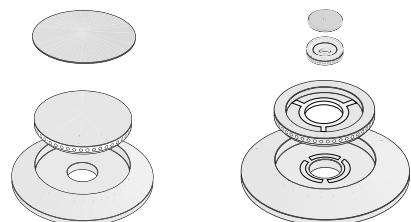

Abb. 4
- Kontrollieren Sie regelmäßig ob die Brennerdeckel noch gut auf den Brennkörpern liegen; eine falsche Lage kann schlechte Zündung, ungünstige Verbrennung oder Schäden an den Brennern zur Folge haben (siehe Abb. 4).